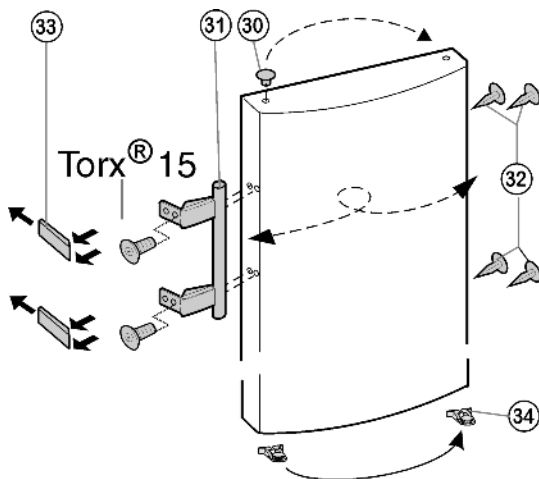

Fig. 7
- ▶ Die Federklemme Fig. 7 (34) aus der Tür ausrasten und auf die neue Scharnierseite umsetzen.
- ▶ Stopfen Fig. 7 (30) aus der Tür Lagerbuchse herausheben und umsetzen.
- ▶ Türgriff Fig. 7 (31), Stopfen Fig. 7 (32) und Druckplatten Fig. 7 (33) abmontieren und auf die Gegenseite umsetzen.